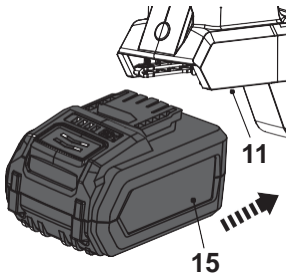

Fig. 5
1. Para colocar el bloque de baterías, alinee las ranuras deslizantes del bloque de baterías (15) con el soporte del bloque de baterías (11) y deslice el bloque de baterías (15) para encajarlo. Asegúrese de que queda bien encajado (Fig. 5).